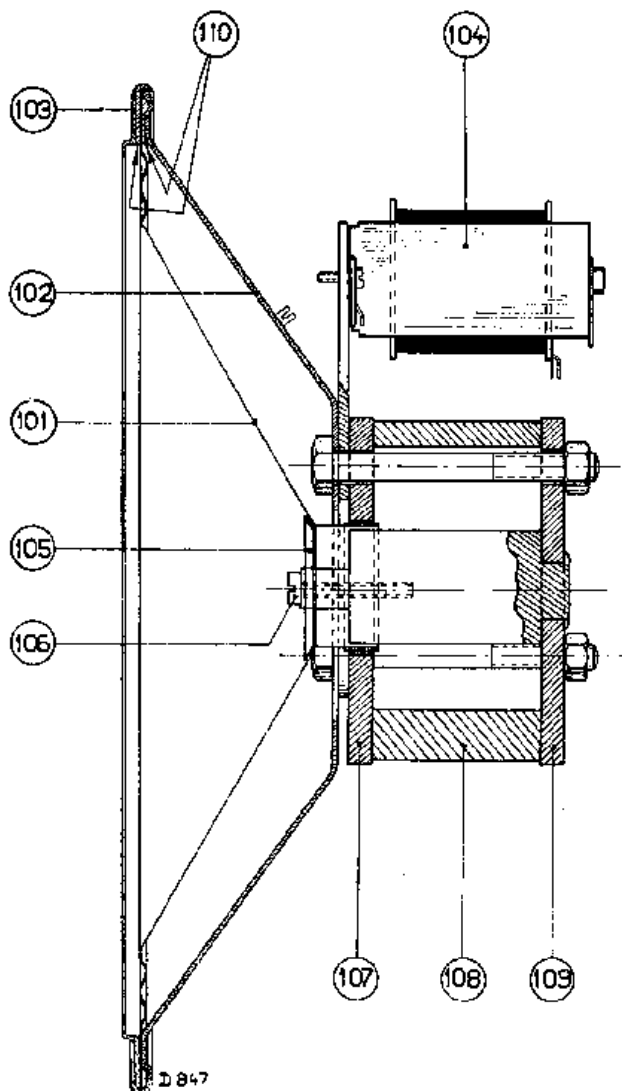

Abb. 6
2. Vorder- und Hinterplatte (Nr. 107 und 109 in Abb. 6) dürfen unter keiner Bedingung vom Magneten gezogen werden, weil dieser sonst (ebenso wie bei einer Reparatur auf Eisenunterlage) erheblich geschwächt würde.